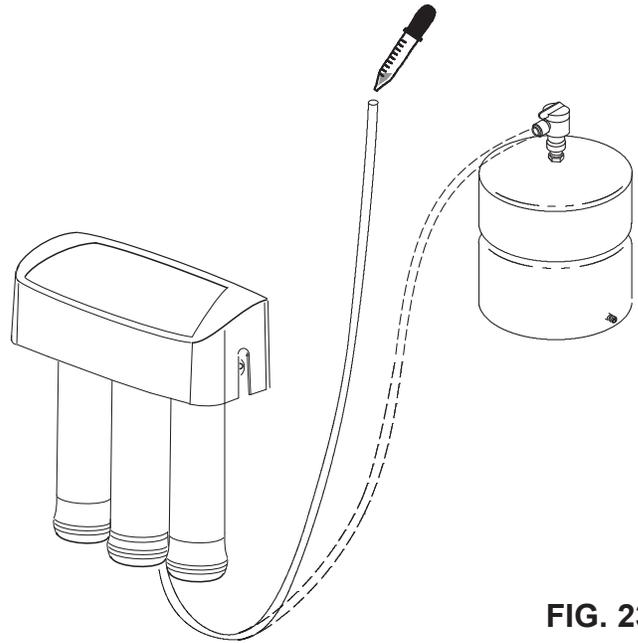

FIG. 23
Suivez les étapes suivantes pour désinfecter le système. Voir la figure 23.
4. Versez 3 ml d'agent de blanchiment dans l'extrémité du tuyau du réservoir jaune. Utilisez l'agent de blanchiment en suivant les recommandations du fabricant du produit. Voir la figure 23.